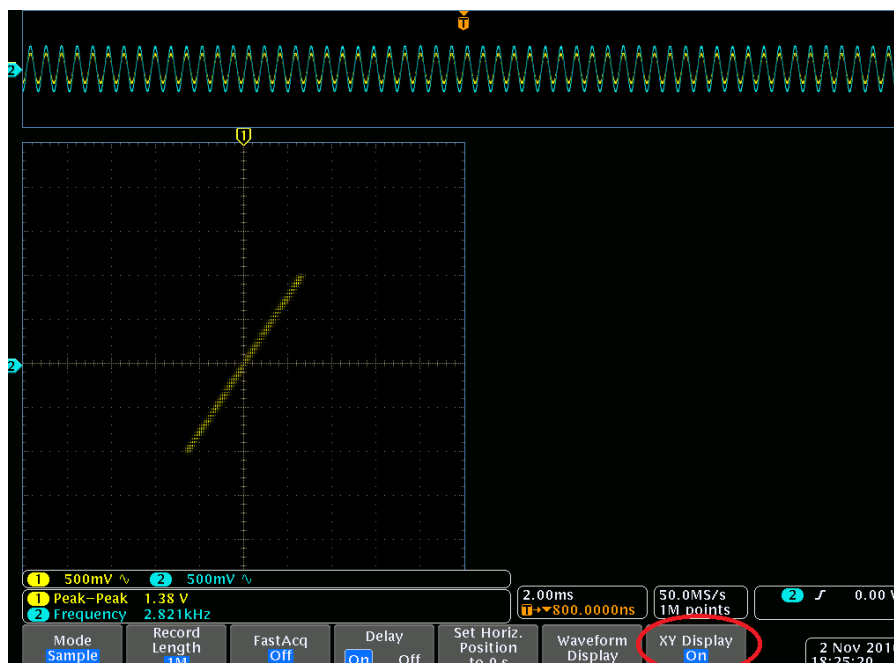

Рис.2 Настройка фаз сигналов 4х проводного ЛРДТ. Режим осциллографа XY. При одинаковых фазах сигналов овал сливается в линию
- b. При подключении датчиков типа 4х проводной ЛРДТ в режиме `Sensor_mode=2` дополнительно убедитесь в совпадении фаз сигналов IOSA1, IOCA1. При необходимости скорректируйте сдвиг фаз с помощью RCR или CRC – цепи в одном из каналов. Для получения максимальной разрядности необходимо добиться как можно более точного соответствия фаз этих сигналов. Разность фаз между сигналами удобно мерять в режиме осциллографа XY (рис.2).